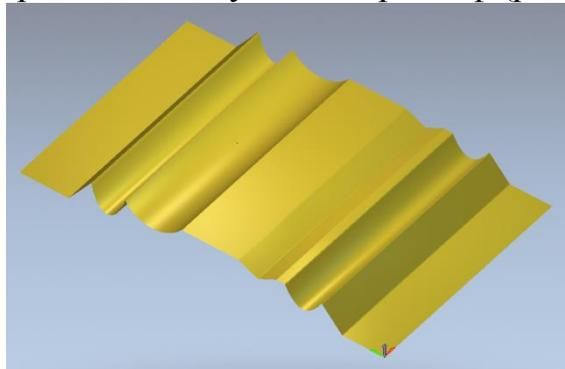

Рисунок 4
8. В режиме 3D отображается полученный рельеф (рис.4)